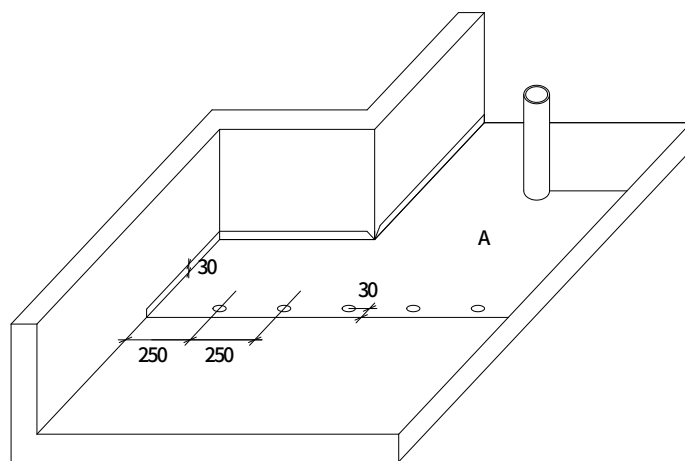

图 3 平面卷材及搭接边固定
(2) 所有平面卷材采用 1.5mm 厚 P 类 PVC 防水卷材。平面卷材上翻至立面 30mm (图 3)。竖向阴角多余部分剪除, 竖向阳角可留有缺口;
(3) 出屋面管道部位破开平面卷材穿入, 不得从管顶套入;
(4) 平面 A 块卷材应采用 C 型垫片和 SW 螺钉固定, 垫片中心距卷材边为 30mm, 间距 250mm, 以水平阴角为起点排距 (图 3);